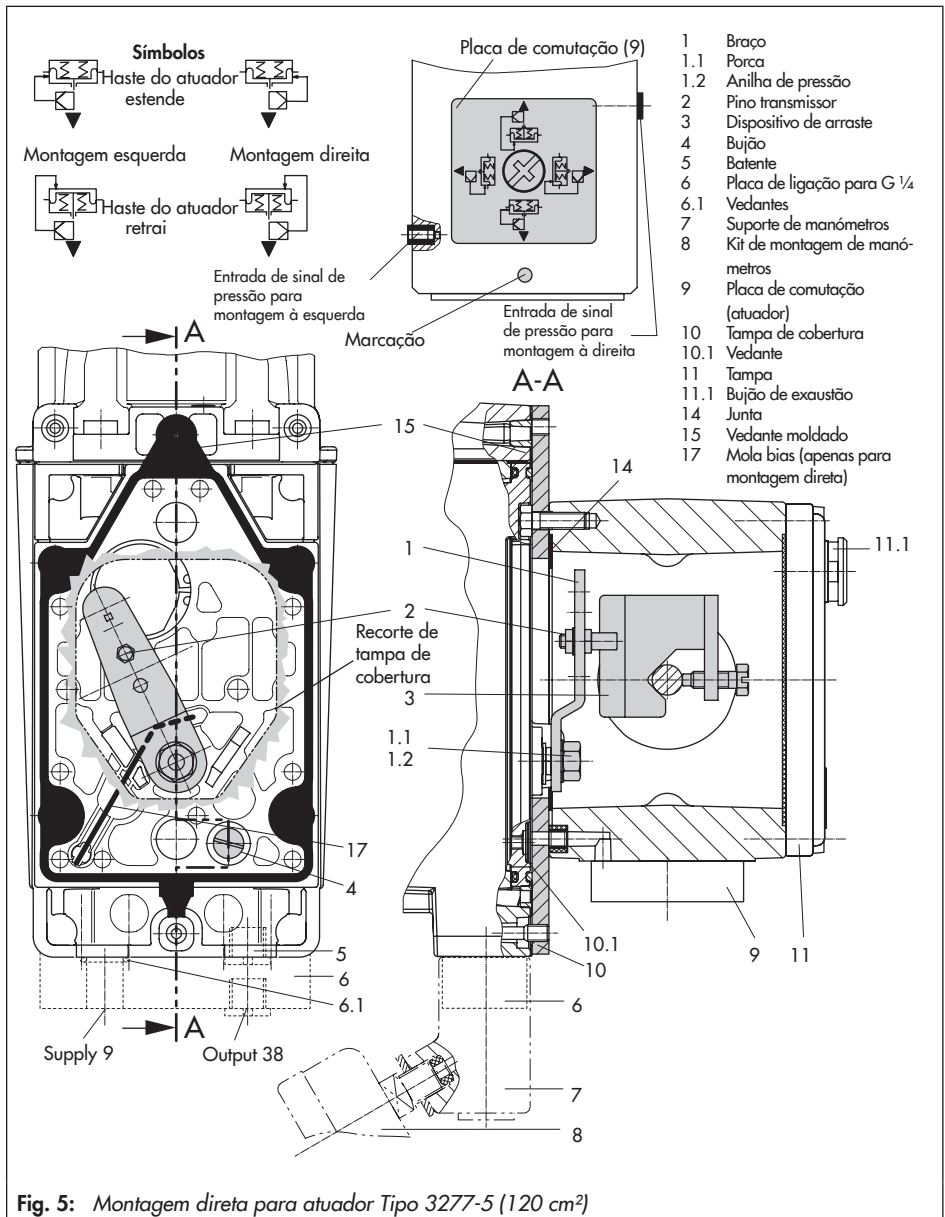

Fig. 5: Montagem direta para atuador Tipo 3277-5 (120 cm²)
1. Consulte Fig. 5 para selecionar o símbolo correspondente à posição de segurança necessária e saber como o posicionador é montado:
2. Alinhe a marcação da placa de comutação (9) com o símbolo correspondente e monte a placa na arcada do atuador.
3. Monte a placa de ligação (6) para a ligação $\frac{1}{4}$ G ou suporte de manómetros (7) com manómetros no posicionador, certificando-se de que os dois vedantes (6.1) estão corretamente assentes.
4. Retire o bujão roscado (4) na parte de trás do posicionador e vede a saída do sinal de pressão (38) no posicionador (ou no suporte de manómetros (7) ou placa de ligação (6)) com o bujão (5) incluído nos acessórios.
5. Coloque o dispositivo de arraste (3) na haste do atuador, alinhe e aperte firmemente de modo a que o parafuso de montagem fique localizado na ranhura da haste do atuador.
6. Monte a tampa de cobertura (10) com o lado estreito do recorte (Fig. 5, à esquerda) direcionado para a ligação do sinal de pressão. Certifique-se de que a junta (14) fica direcionada para a arcada do atuador.
7. **Curso de 15 mm:** Mantenha o pino transmissor (2) no braço M (1) na parte de trás do posicionador na posição de pino 35 (estado de entrega).